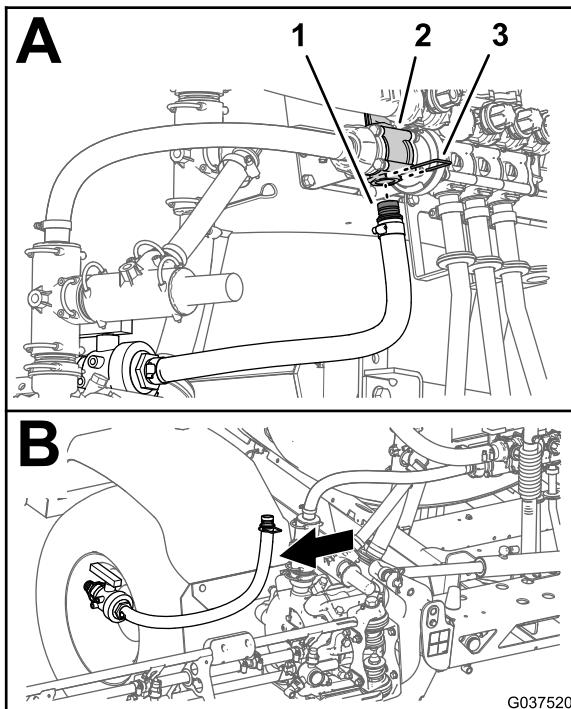

Figura 35
- Retire o retentor que prende a união estriada reta do tubo de fornecimento de agitação à válvula de agitação (Figura 35).
| 4. Retire a válvula de esfera e o tubo de fornecimento de agitação da máquina (Figura 35). | |
- Retire a válvula de esfera e o tubo de fornecimento de agitação da máquina (Figura 35).